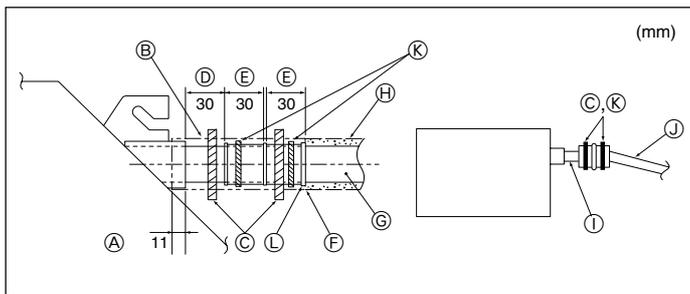

Fig. 6-2
1. Collegare il manicotto di drenaggio (fornito con l'unità) all'apertura di drenaggio. (Fig. 6-2) (Attaccare il tubo con adesivo PVC e fissarlo quindi con un nastro.)